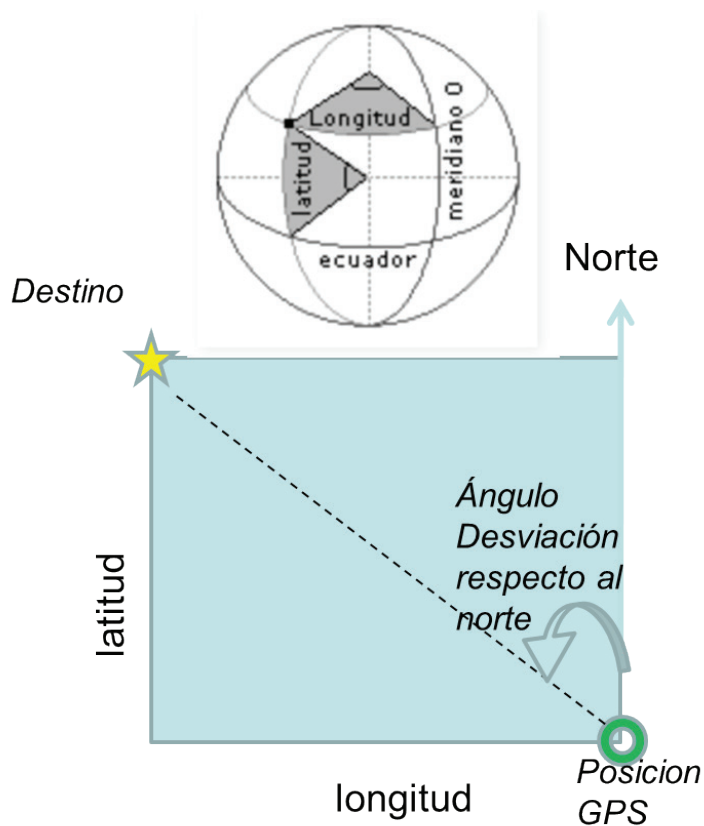

Figura 3.2-20. Cálculo de la desviación (ángulo que tiene que girar el robot) en función del valor de la brújula y del GPS
- La brújula (azimut, en el “*orientation sensor*”) nos servirá para dirigir al robot hacia su destino como se muestra en la Figura 3.2-20.
- Por último añadiremos un *OrientationSensor1* que nos servirá de brújula. Esta brújula nos dirá hacia que dirección avanza nuestro robot. Por eso nos puede servir para, por medio de trigonometría básica, saber que ángulo debe girar nuestro robot para que apunte hacia la posición destino. Si volvemos a mirar la Figura 3.2-20, podemos pensar que la posición destino es un vértice del triángulo, la posición actual otro vértice, y el norte otro vértice. Entonces el ángulo que debe tomar la brújula (es decir la orientación del robot) deberá ser el arcotangente de la división entre las diferencias de latitud y longitud como se muestra en la Figura 3.2-24.